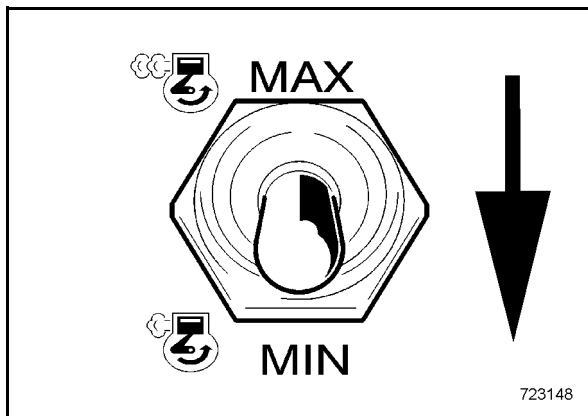

Рис. 47
- Включить частоту вращения при холостом ходе (Рис. 47) и с целью охлаждения дать поработать двигателю еще в течение нескольких минут.